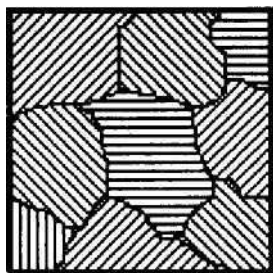

Рис. 5.1. Схема структуры стали доэвтектоидной стали
12. На рис. 5.1. представлена схема структуры стали. Какая это сталь?